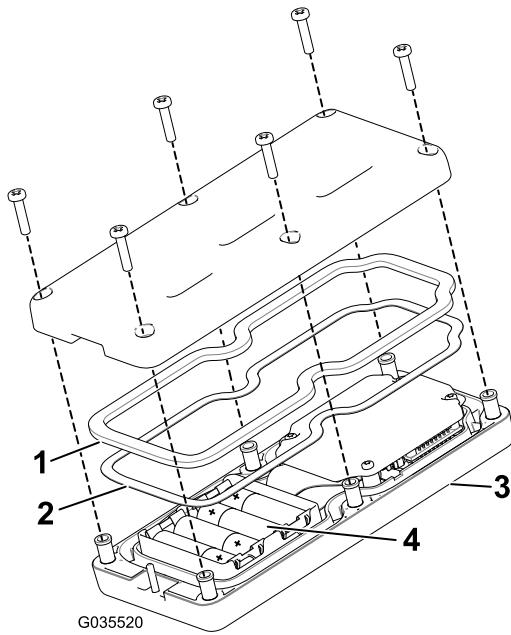

Figura 24
Nota: Se as pilhas forem incorretamente instaladas, a unidade não será danificada, mas não funciona. O encaixe tem gravadas marcas de polaridade em cada terminal (Figura 24).
3. Certifique-se de que a junta de aço e o vedante de borracha estão encaixados no canal no comando remoto antes de voltar a colocar a tampa traseira (Figura 24).
4. Prenda a tampa com seis parafusos (Figura 24) e aperte-os com uma força de 1,5 a 1,7 N m.